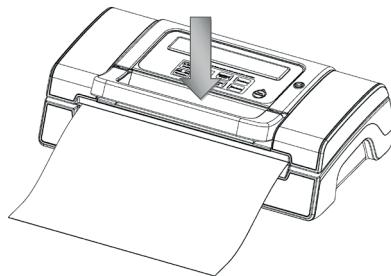

Fig. 6
6. Stäng övre skyddet och tryck ordentligt tills du hör att den klickar på plats på bågge sidor. (Fig.6)